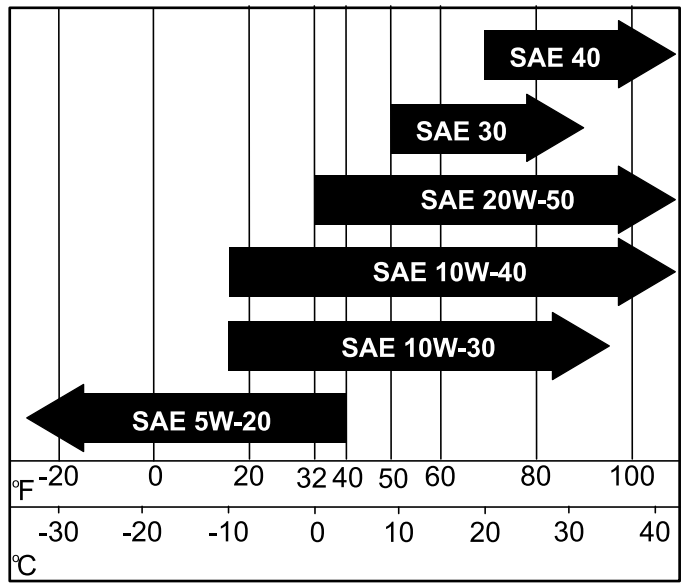

Figure 35
3. Remplissez le carter moteur d'huile neuve du type correct (Figure 35).